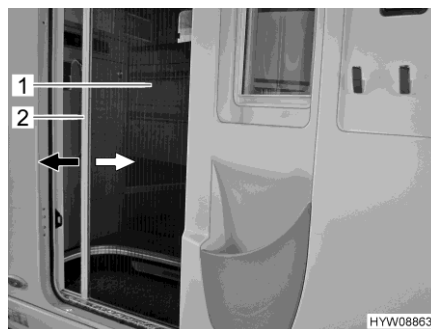

Fig. 57 Protezione contro gli insetti (porta del vano abitabile)
- Afferrare la barra di presa (Fig. 57,2) con entrambe le mani ed estrarre con movimento uniforme la protezione contro gli insetti (Fig. 57,1) dall'alloggiamento della porta.
- Afferrare la barra di presa (Fig. 57,2) con entrambe le mani e spingere la protezione contro gli insetti (Fig. 57,1) nell'alloggiamento della porta esercitando una leggera pressione.